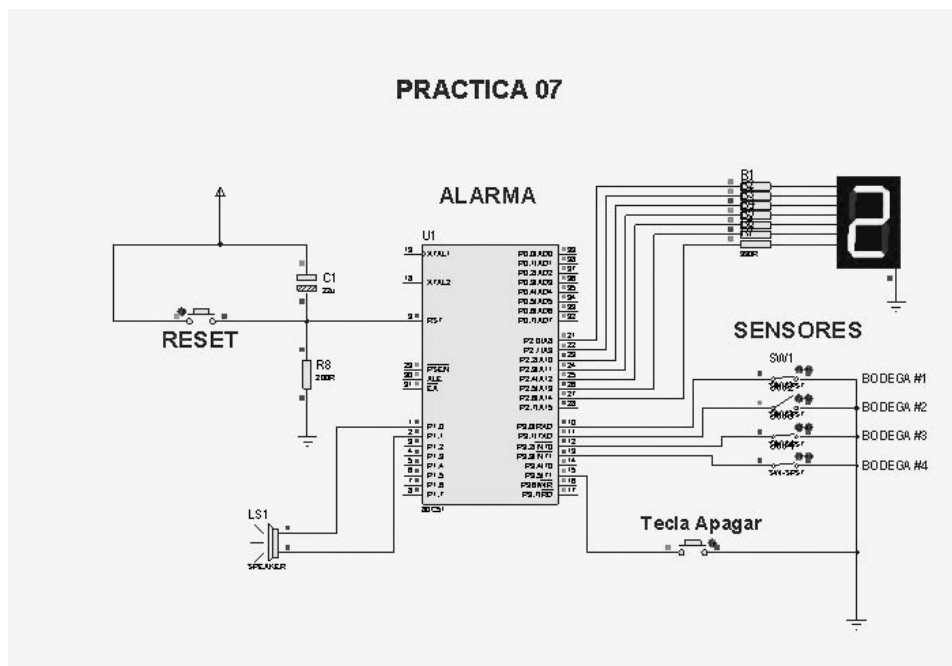

Figura 16.41: Simulación de ALARMA.ASM en Proteus
- Presente al menos tres fotos a color del funcionamiento de ALARMA. Tome como referencia la figura 16.41.